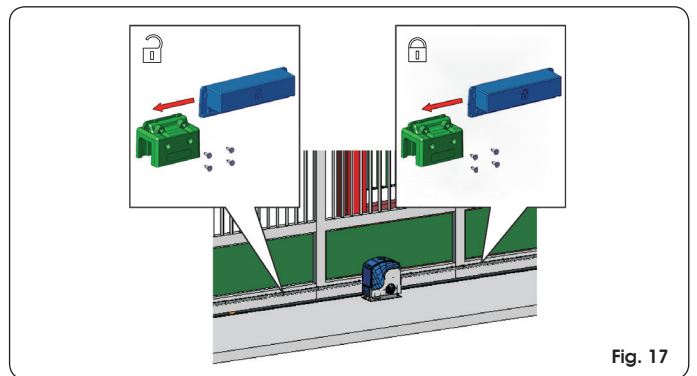

Fig. 17
L'operatore è dotato di un finecorsa magnetico, che comanda l'arresto del moto del cancello nel momento in cui il magnete, fissato nella parte superiore della cremagliera, attiva il sensore. I magneti forniti con l'operatore sono appositamente polarizzati ed azionano solo un contatto del sensore, il contatto di chiusura o quello di apertura. Il magnete che aziona il contatto di cancello aperto riporta raffigurato un lucchetto aperto, viceversa il magnete che attiva il contatto di cancello chiuso riporta il simbolo di lucchetto chiuso (vedi Fig. 17).
- ① Assemblare i due magneti come indicato nel foglio allegato e in fig. 17.
- ② Predisporre l'operatore per il funzionamento manuale come da paragrafo 8 ed alimentare il sistema